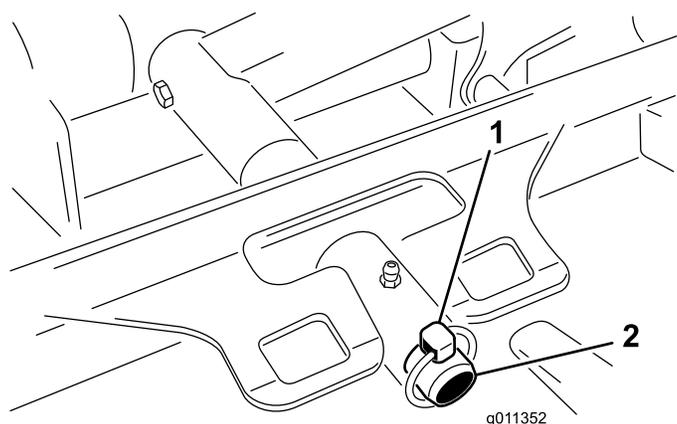

Figure 120
3. Retirez la goupille à anneau (Groundsmaster 4500) ou l'écrou de retenue (Groundsmaster 4700) qui fixe le bâti porteur du plateau de coupe à l'axe de pivot du bras de levage (Figure 120).
2. Faites glisser le bâti porteur du plateau de coupe sur l'axe de pivot du bras de levage (Figure 120). Fixez le plateau sur l'axe à l'aide de la goupille à anneau (Groundsmaster 4500) ou de l'écrou de retenue (Groundsmaster 4700).